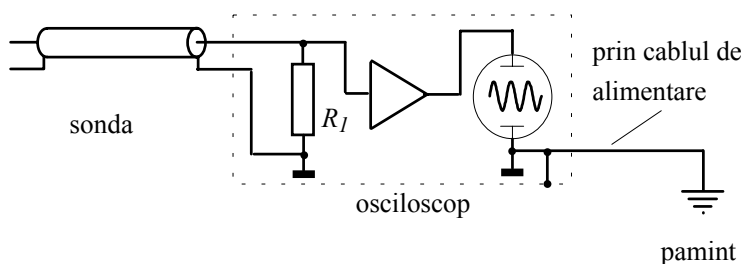

Fig. 1.21. Osciloscopul.
De la borna de intrare pînă la circuitul care trebuie măsurat, legătura se face cu o **sondă (probe** în limba engleză) care constă într-o bucată de cablu coaxial, care continuă ecranul, și niste elemente mecanice de prindere, așa cum se poate vedea în Fig. 1.21. Intrarea poate fi legată la amplificator **în curent continuu (DC)**, permițînd vizualizarea tuturor frecvențelor între 0 Hz (nivel constant de tensiune) și o frecvență limită (tipic 30 MHz pentru oscilosoapele de joasă și medie frecvență). În acest mod, dacă tensiunea nu evoluează cu o viteză prea mare, **ea apare pe ecran așa cum este în realitate**.